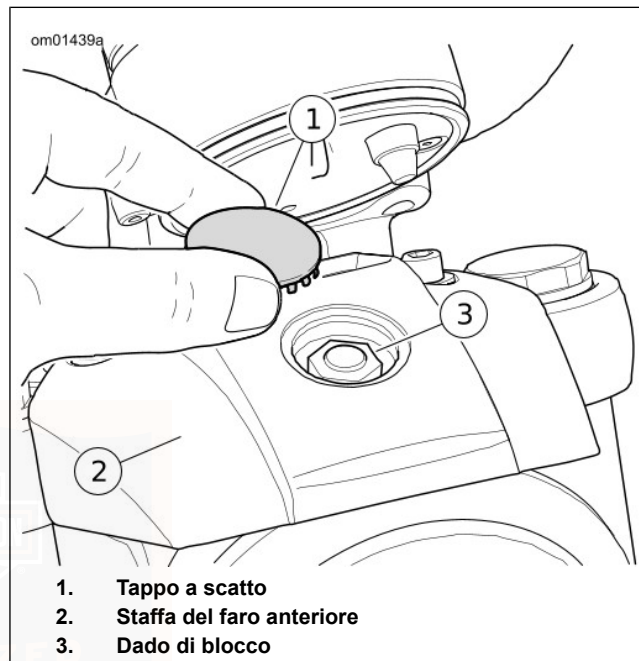

Figura 64. Regolazione del faro anteriore: XL883L, XL883N, XL1200T
1. Vedere Figura 64. Togliere il tappo a scatto (1) sulla parte superiore della staffa del faro anteriore (2).
2. Allentare il dado di blocco del faro anteriore (3).